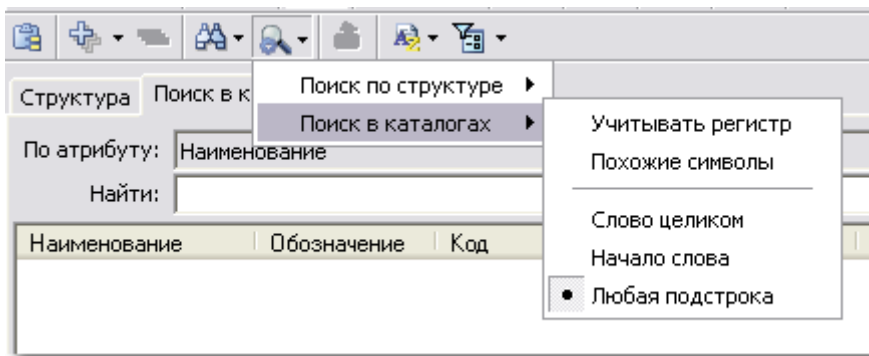

Рис. 71
4. Прежде чем вводить параметры поиска, сделайте настройки. Для этого нажмите на кнопку **Настройки поиска** , укажите пункт **Поиск в каталогах** и выберите параметры для поиска (Рис. 71).